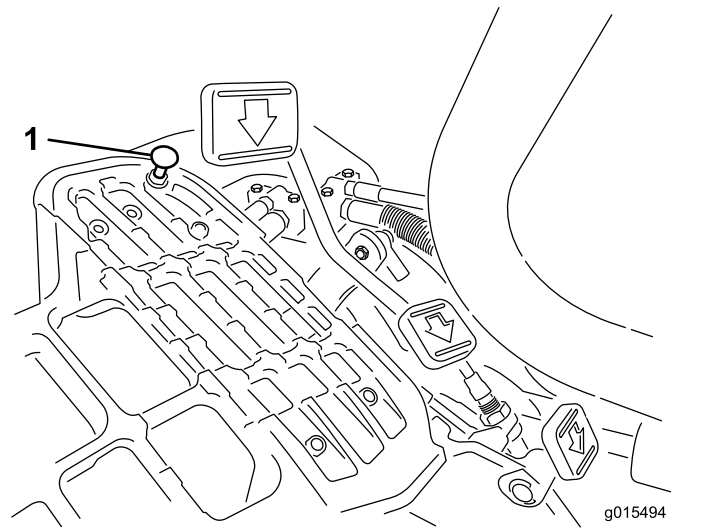

图34
要获得最大行驶速度，请将功能控制杆放在行驶位置，并踩下驱动踏板。如果在拉线感到张紧力之前，踏板接触到限位器（图34），请执行以下调节程序：
1. 将功能控制杆放在行驶位置，松开将踏板限位器固定至底板上的锁紧螺母（图34）。